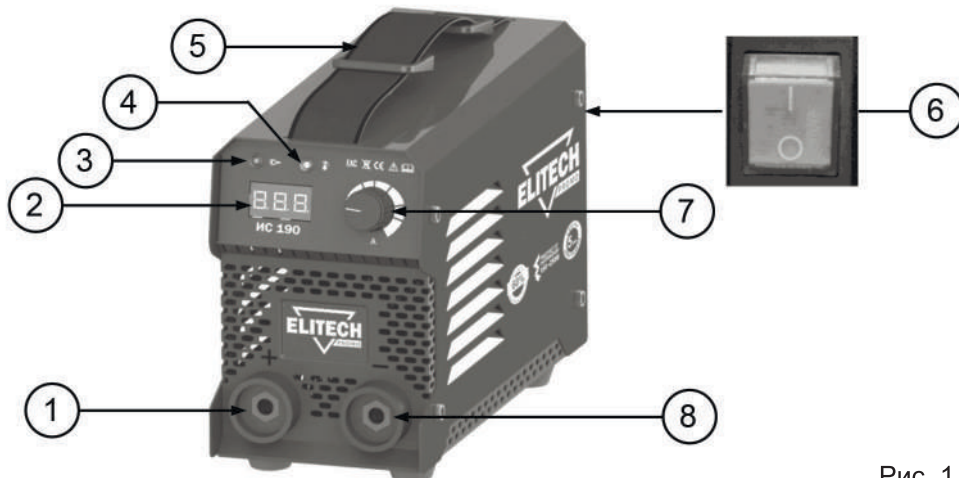

Рис. 1
3. Регулятором 7 (Рис.1) выставите необходимый уровень тока регулятором сварочного тока.